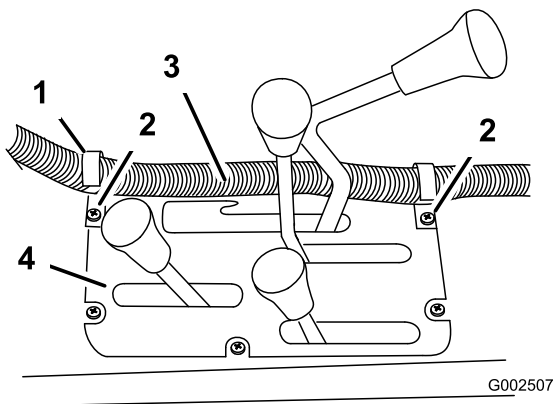

Рисунок 16
4. Установите 2 J-образных зажима на центральную консоль в точках, расположенных на Рисунок 16, с помощью имеющихся винтов.